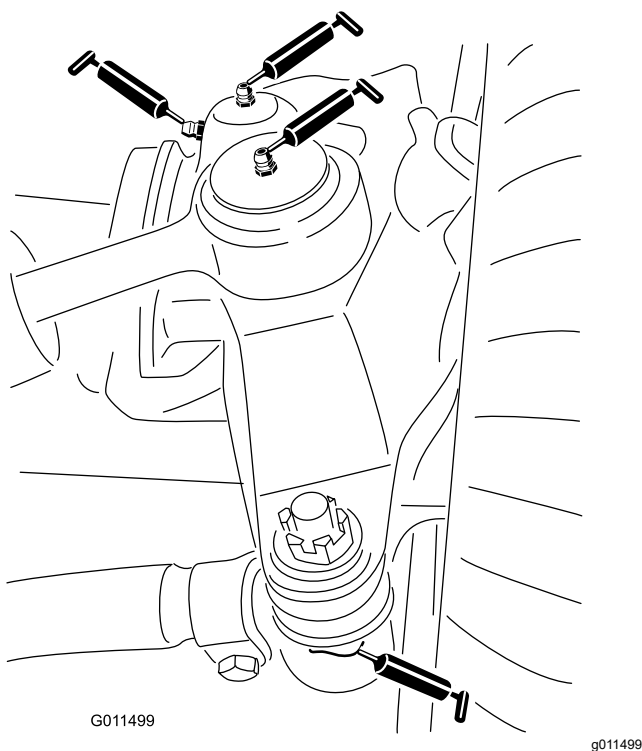

Figure 43
- 2 rotules de vérin de direction (Figure 43)
- 2 rotules de biellettes (Figure 43)
- 2 bagues de pivots de fusées (Figure 43)